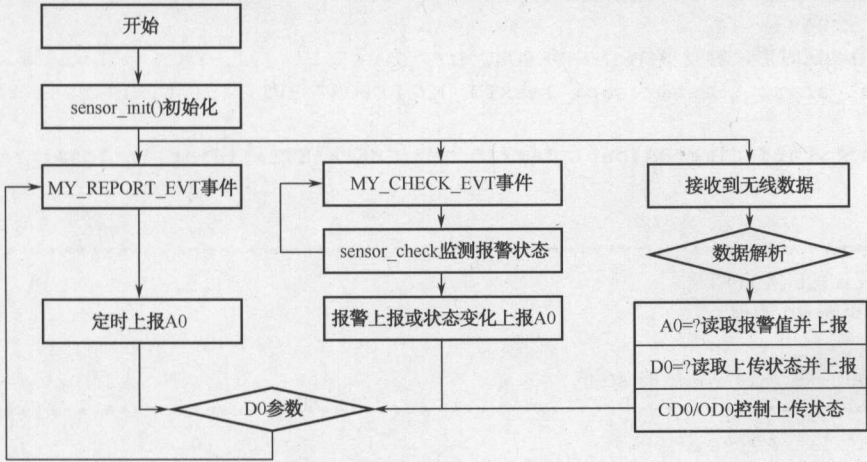

图 3.22 厨房燃气检测程序逻辑
(2) 传感器驱动程序开发。厨房燃气检测系统程序逻辑如下。根据 2.1 节所述，可燃气体传感器属于报警类传感器，正常态每隔 120 s 主动上报传感器数值。当可燃气体浓度值达到报警阈值时，会每隔 3s 上报传感器数值，逻辑如图 3.22 所示，传感器驱动函数函数如表 3.8 所示。